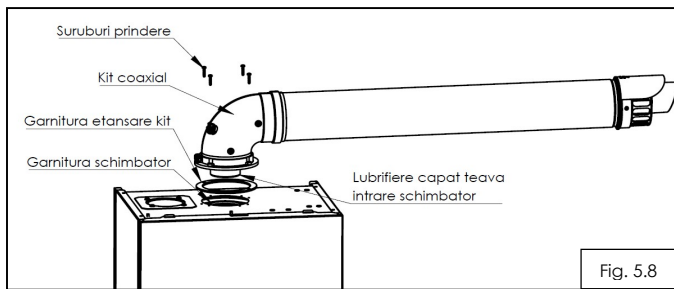

Fig. 5.8
Pentru instalarea facilă a kitului este necesară lubrifierea capătului cotelui (4) la partea de intrare în centrală, utilizați numai apă sau săpun comercial standard. Lubrifierea este necesară pentru a nu deplasa garnitura de evacuare de pe schimbătorul principal de caldura (fig. 5.8).